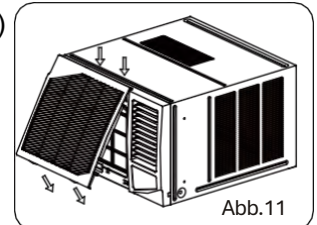

Abb. 11
2. Hängen Sie die Frontplatte an die Rahmenschleife und drücken Sie dann die Frontplatte in den Schlitz des Rahmens, bis Sie ein Klicken hören (siehe Abb. 11).